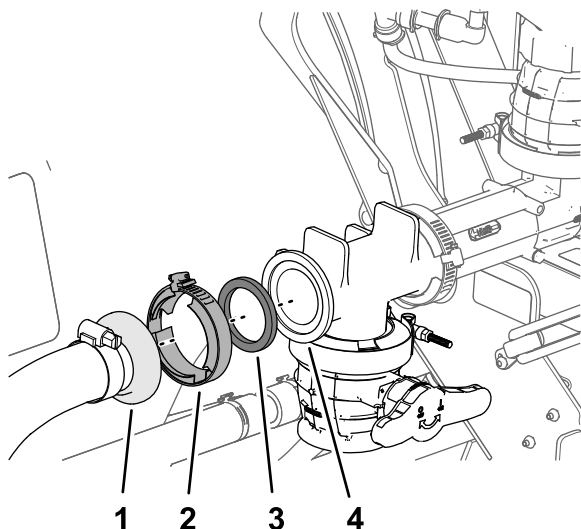

Figure 30
7. Fixez le raccord droit cannelé du flexible du mélangeur à la bride du raccord en T du mélangeur avec un joint et un collier bride et serrez le collier à la main (Figure 30).